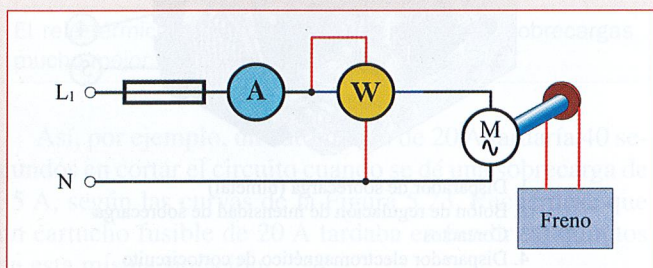

Figura 5.32.
5.1. Comprobación práctica de las diferentes cargas de trabajo de un motor. Con esta actividad vamos a comprobar que los motores no trabajan siempre a la misma potencia. Para llevarla a cabo necesitaremos un motor monofásico, un amperímetro, un vatímetro y un freno, por ejemplo, de polvo magnético, tal como se muestra en el esquema de conexiones de la Figura 5.32. Con ayuda del profesor, arranca el motor y somételo a diferentes pares de frenado. Anota los resultados obtenidos de las diferentes lecturas de los aparatos de medida.